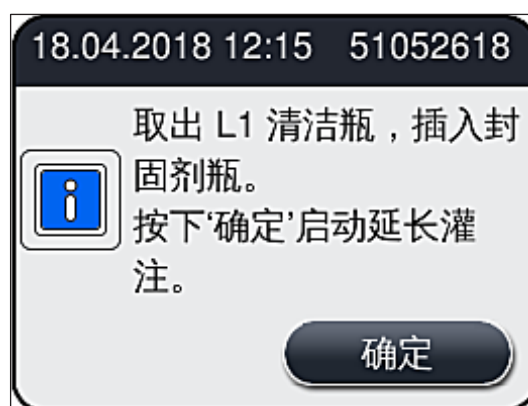

图 104
- » 随后，提示用户从仪器中取出清洗瓶并插入装有封固剂的新瓶。插入后，使用确定确认消息 (→ 图 104)。请根据实验室规定处理清洗瓶中的废液。